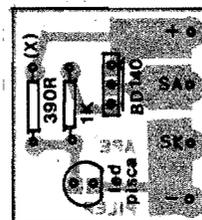

Fig.5
- FIG. 5 - CHAPEADO DA MONTAGEM - A plaquinha de Circuito Impresso agora é vista pelo seu lado não cobreado, ainda em tamanho natural (para facilitar ao máximo a interpretação...). As 4 peças do núcleo do circuito